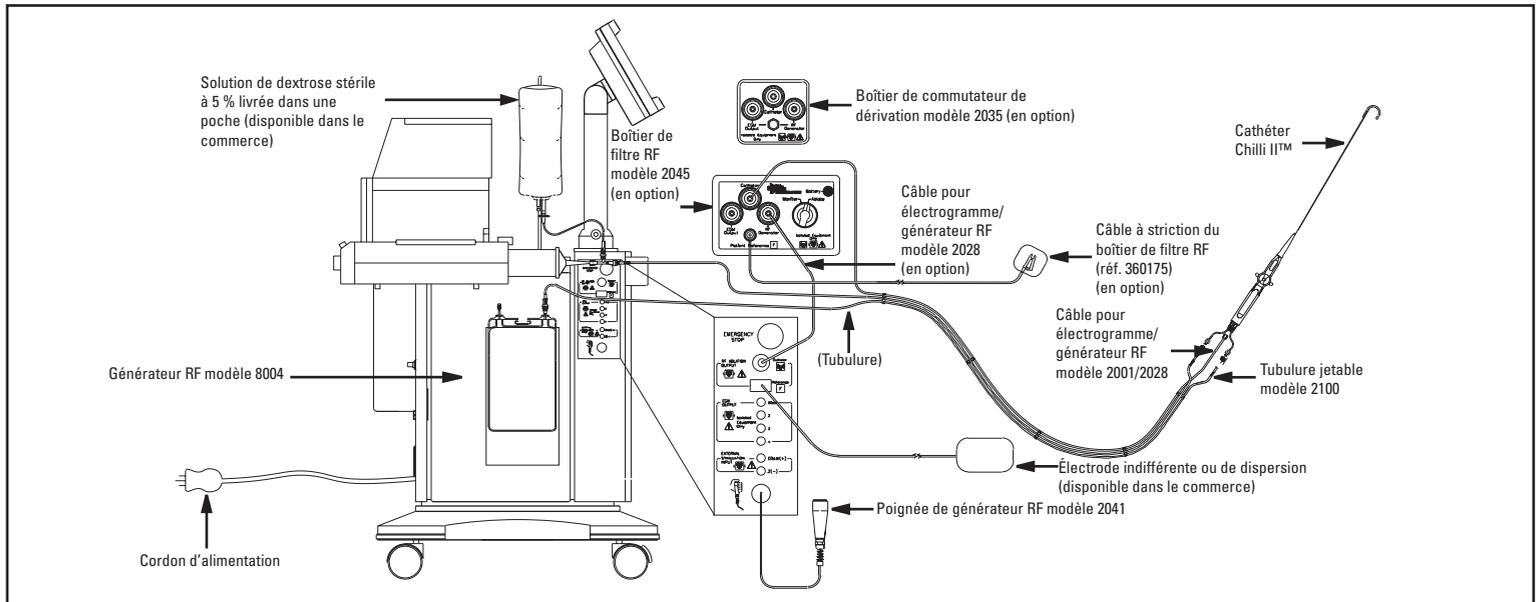

Figure 2. Système d'ablation refroidi Chillii II avec système pompe/générateur RF modèle 8004
5. Raccorder les tubes d'extension du fluide de refroidissement à la pompe correspondante, comme indiqué à la figure 2, 3 ou 4 (page 21). Se référer aux instructions de montage fournies avec la tubulure.
10. Relier l'extrémité opposée du câble au TTT pour les contrôleurs d'ablation cardiaque EPT-1000 et au boîtier pour le contrôleur Maestro 3000 en suivant les instructions des modes d'emploi respectifs. Voir la figure 2, 3 ou 4 (page 21).